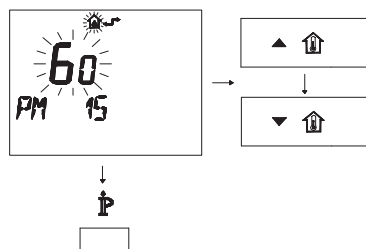

Figura 5.26
- Modifique el punto de consigna programado mediante los botones  $\blacktriangle$   $\uparrow$  o  $\blacktriangledown$   $\uparrow$  hasta que aparezca un **valor de 60**. Espere a que el número programado comience a parpadear (Figura 5.26).